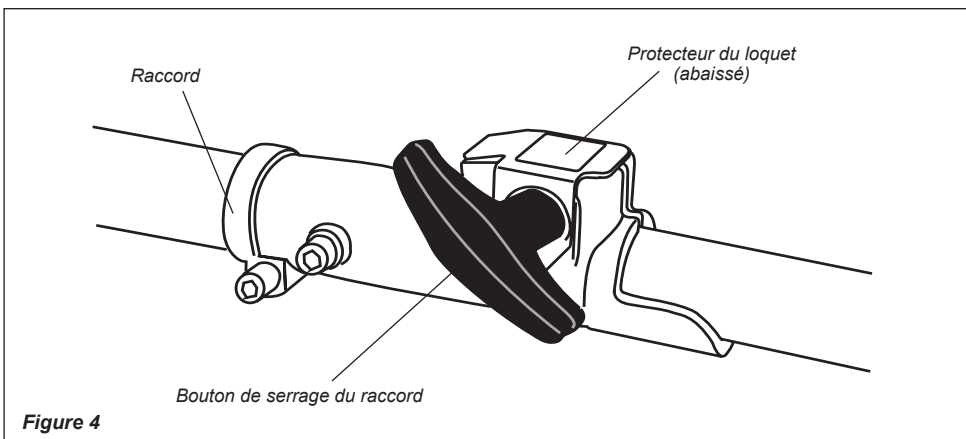

Figure 4
5. Après avoir joint les deux moitiés de chaque tube, appuyer sur le protecteur du loquet à ressort et serrer la vis de serrage du raccord. Voir figure 4.